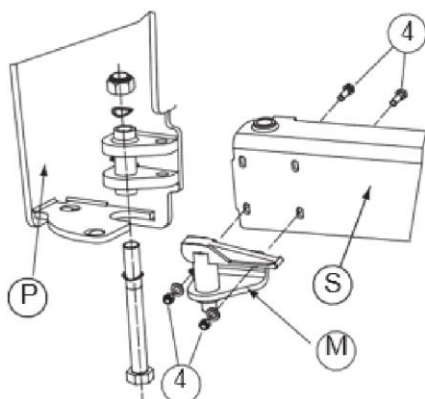

Abb. 11a
- Den rechten und linken Arm ausklappen, um die Kontaktstellen zu überprüfen, die montierten Griffe (M) an den oberen Armen positionieren und mit den mitgelieferten Schrauben, Muttern und Unterlegscheiben (4) befestigen. Dabei 4 mm Spiel für die Rückbewegung der Halteplatte (P) vorsehen, um die Funktion der Griffautomatik zu gewährleisten und um sicherzustellen, dass der Kontakt zwischen Arm und Halteplatte bei verriegeltem Griff (Abb. 11a) gegeben ist.